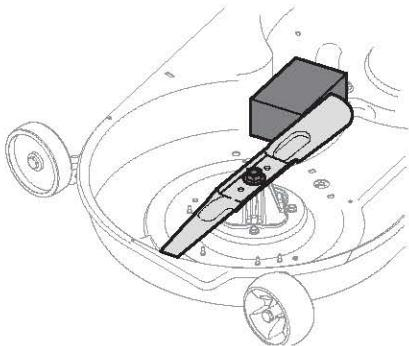

Figura 46
2. Coloque un bloque de madera entre el deflector del alojamiento de la plataforma y la cuchilla de corte para que actúe como estabilizador (Figura 46).
- Coloque un bloque de madera entre el deflector del alojamiento de la plataforma y la cuchilla de corte para que actúe como estabilizador (Figura 46 en la página 69).